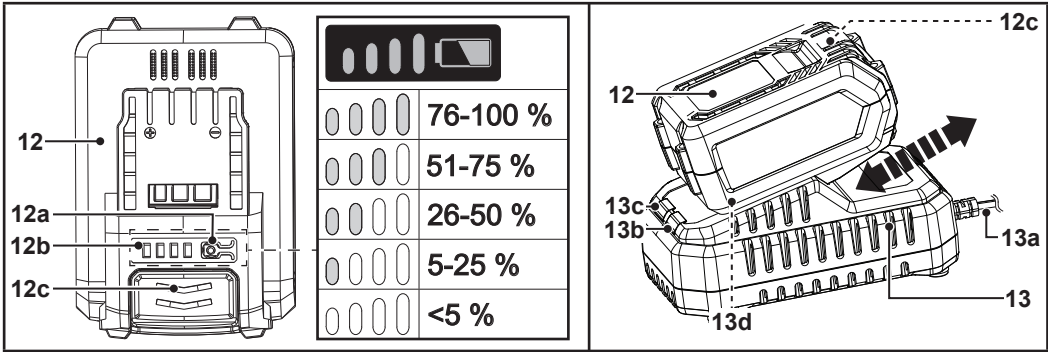

Fig. 3
- 1. Appuyer sur le bouton de capacité de la batterie (12a) (Fig. 3).
- 2. Les LED de l'indicateur de capacité de la batterie (12b) restent allumées pendant environ 10 secondes (Fig. 3).
- 1. Brancher la fiche secteur (13a) du chargeur (13) sur une alimentation appropriée.
- 2. Aligner la batterie (12) sur le port de connexion de la batterie (13d) et la faire glisser jusqu'à ce qu'elle s'enclenche (Fig. 3).
- 4. **Une fois la charge terminée :** Maintenir le chargeur (13) en place d'une main. Appuyer sur le bouton de déverrouillage (12c) et retirer la batterie (12) (Fig. 3).